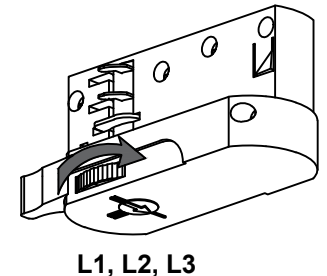

Рис. 3
- поворотом регулятора фаз выберите нужную для работы светильника фазу (Рис. 3).